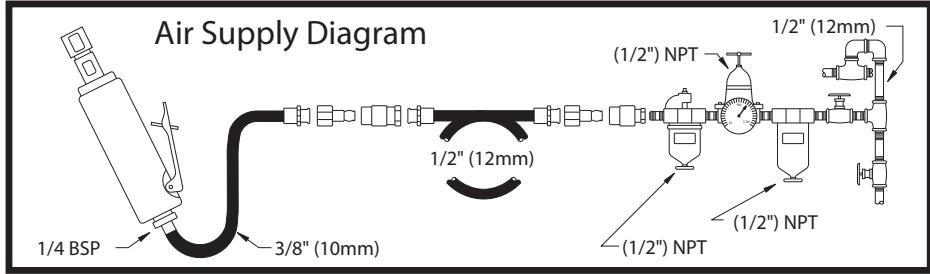

Fig. 01
3. Operation (See figures 01, 02 & 03)
- Connect device as shown in Fig. 01.
- To start the machine, pull the trigger (A). Machine speed is increase by increasing pressure on the trigger. Release the trigger to stop.
- Das Gerät wir in Abb. 01 gezeigt anschließen.
- Um die Maschine zu starten, muss der Auslöser (A) gezogen werden. Der Druck auf den Abzug bestimmt die Geschwindigkeit des Motors. Um die Maschine zu stoppen, den Auslöser wieder freigeben.